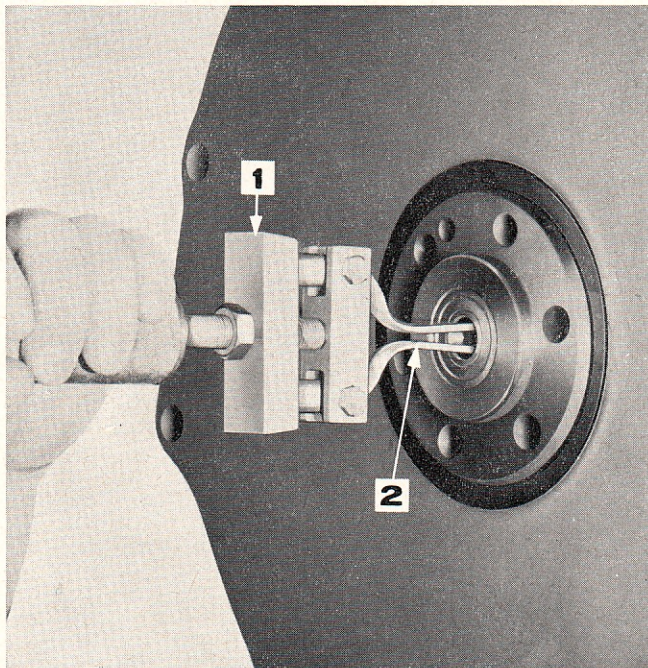

Figure 40: Dépose du roulement guide
3. Sur tous les modèles à l'exception du Ford 5000, séparer le roulement du vilebrequin à l'aide des outils No. 954 et 955-14 (Figure 40). Pour le Ford 5000, utiliser les outils No. 943-S et FT 943 pour extraire le roulement de la bride d'entraînement de prise de force.